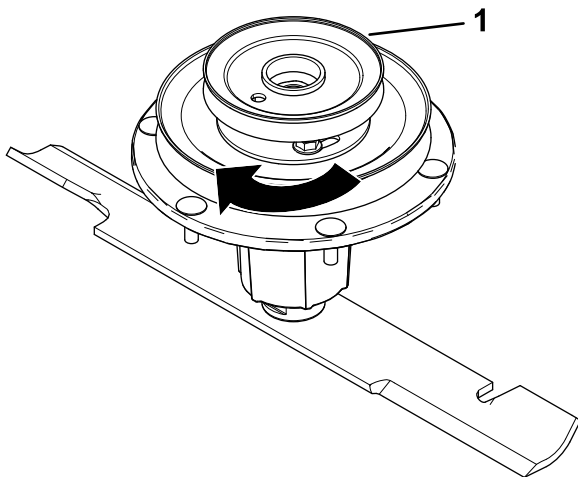

Bild 11
- Drehen Sie die Riemenscheibe, um sie in Position zu bringen (Bild 11).